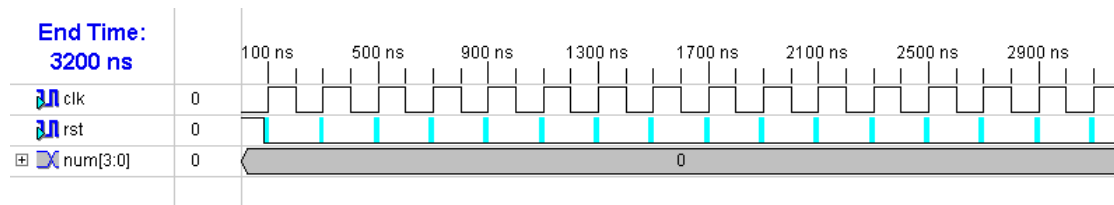

Figura 2. Fereastra *HDL Bencher* cu formele de undă ale semnalelor de intrare.
6. Setați timpul de sfârșit al bancului de test la 3200 ns. Pentru aceasta, selectați comanda *Test Bench* → *Set End of Test Bench*, prin care se va afișa caseta de dialog *Set End of Test Bench*. În câmpul *Test Bench Ends* introduceți valoarea 3200, după care selectați butonul *OK*. În acest moment, fereastra *HDL Bencher* arată ca în Figura 2.